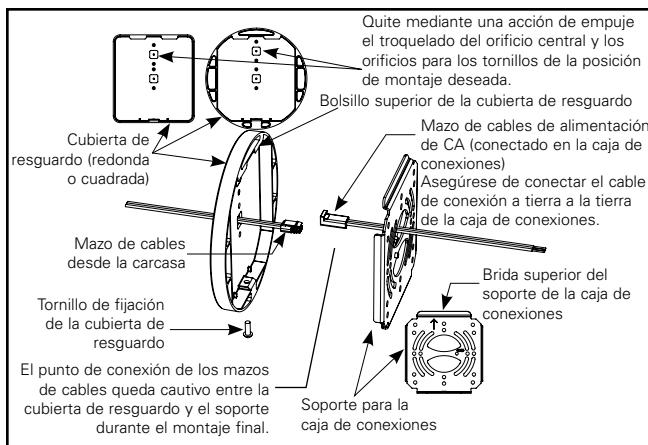

Figura 1.
4. Pase el extremo del conector del mazo de cables de alimentación de CA a través de una de las ranuras centrales del soporte de la caja de conexiones para que sea accesible cuando se monte el luminario (Ver Figura 1).